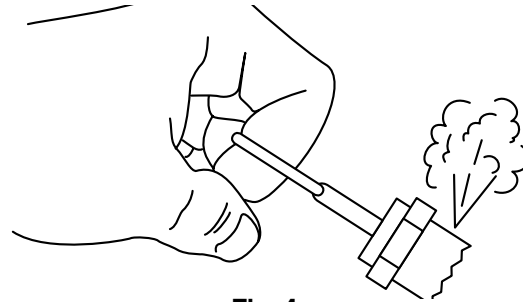

Fig. 4
2. Assurez-vous que la valve de sécurité fonctionne correctement en tirant sur l'anneau de la valve et en permettant ainsi la réinitialisation de la valve (Voir Fig.4).